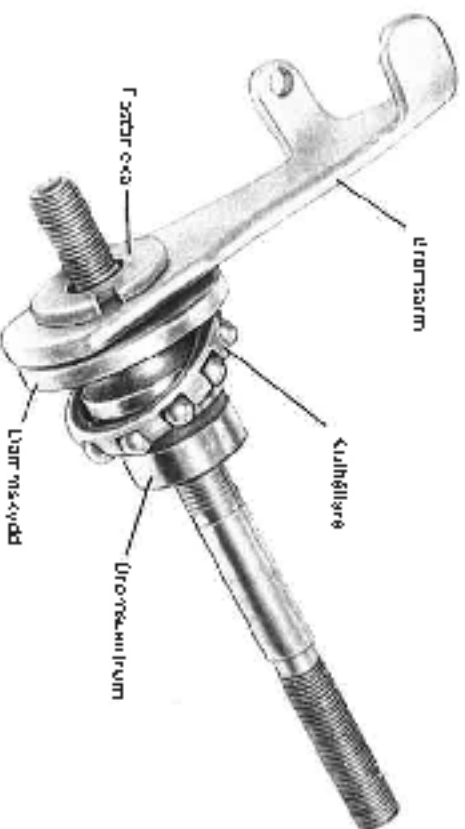

Bild 2. Axel m m
1. Ta kullhållaren 16 över axeln på bromscentrum 17, sätt dit dammskyddet 18 och bromsramen 19 på bromscentrum och skruva dit fästbrickan 20, bild 2.
2. Sätt dit dammskyddet 9, skruva fast kedjefjädern 8 och ringmuttern 7 på drivaren 10, bild 2.
2. Ta kulhållare över axeln på bromscentrum, sätt dit dammskyddet 18 och bromscentrum 19 på bromscentrum, ta på knasterbrickan 21 samt skruva dit fästbrickan 20 som dras fast, bild 2.